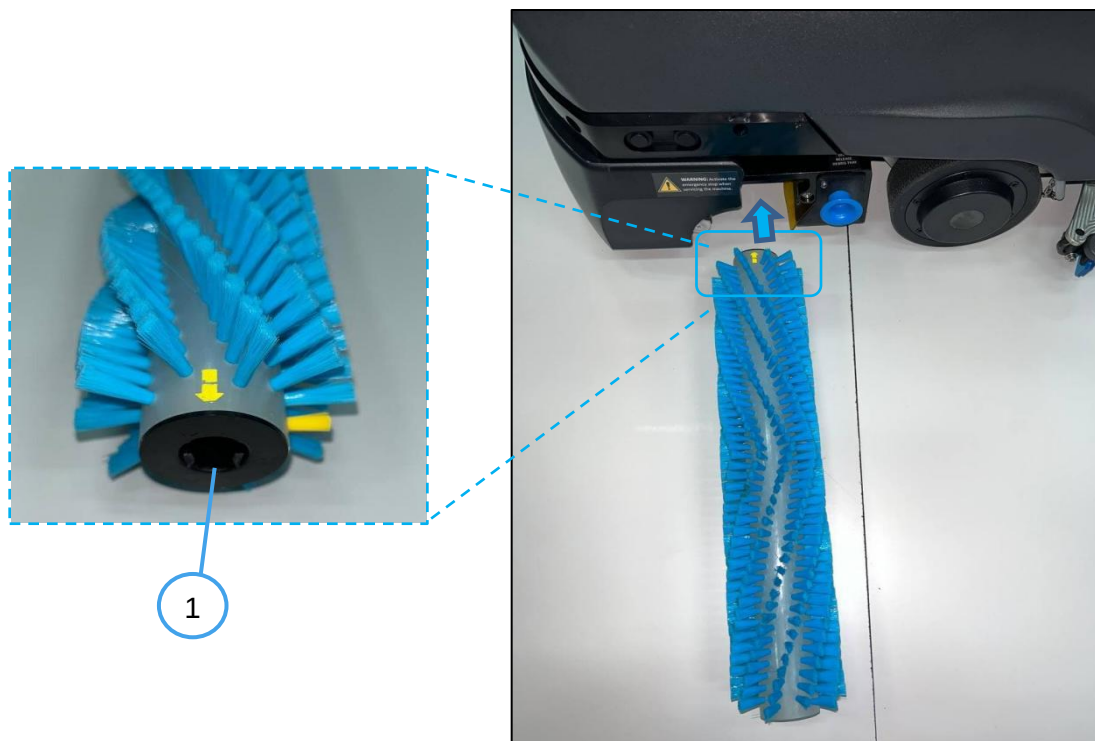

Fig. 2
2. Zoek het uiteinde van de borstel met de vrouwelijke uitlijning en vergrendeling (Fig. 2 - 1) en plaats het in de borstelgleuf.